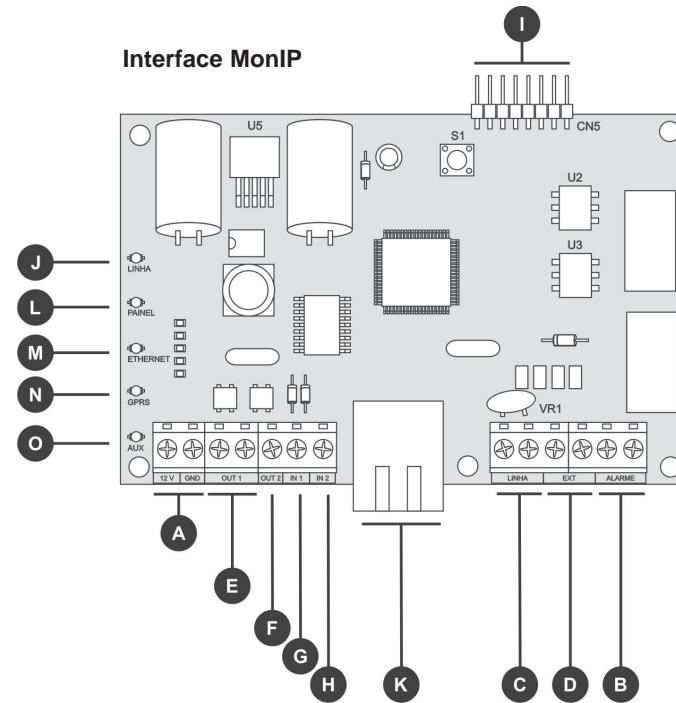

FIGURA 1
- A** (figura 1 en la pág. 05) - Es donde debemos alimentar la interface por la batería del panel de Alarma.
- B** (figura 1 en la pág. 05) - Es donde debemos establecer la comunicación del panel de Alarma con la interface.
C (figura 1 en la pág. 05) - Local donde se debe conectar la línea Telefonica que normalmente queda instalada en el panel de alarma, pues la interface posee un confiable y garantizado Detector de Línea Telefonica, donde la misma pasará a “MONITORIZAR” en todo el momento poniendo más seguro el sistema de detección de Línea.
Para lograr una mayor seguridad, en el punto **D** (figura 1 en la pág. 05) se deben llamar las extensiones de aparatos telefónicos. Solo así la interface tendrá total control sobre la Línea Telefonica.
E (figura 1 en la pág. 05) - Esa salida puede ser programada como NA (contactos abiertos) o NF (contactos cerrados), y tiene su estado invertido siempre que haya la conexión o desconexión de la interface junto al Software receptor. Puede ser utilizada también como salida para supervisión del panel de alarma, o sea, tiene su estado invertido siempre que haya un estallo del tiempo programado para tal supervisión. Es posible también programar cual el código del evento que irá a validar la supervisión del panel, o sea, siempre que haya el estallo del tiempo, el evento programado deberá ser recibido.
F (figura 1 en la pág. 05) - Esa salida puede ser configurada para ser generada como retención o pulso.
G y H (figura 1 en la pág. 05) - Entradas con eventos programables para diversas utilizaciones.
I (figura 1 en la pág. 05) - Conexión para placa GPRS MonIP.